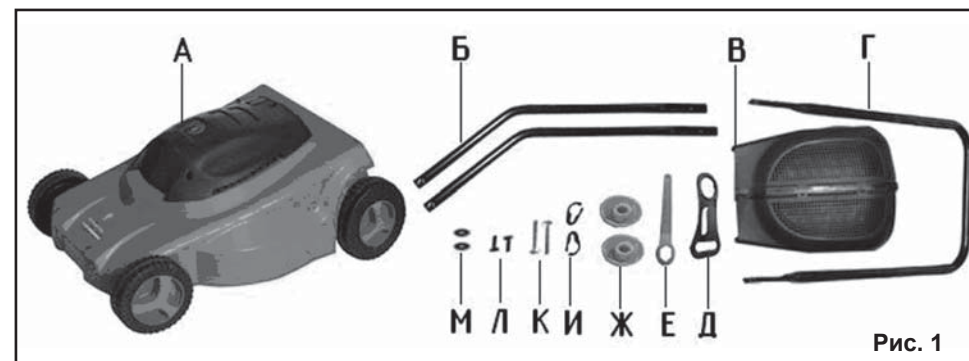

Рис. 1
3.1. Комплектность газонокосилки представлена на Рис.1.